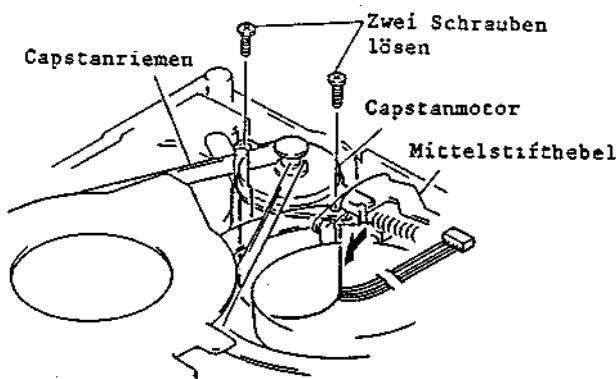

Abb. 2-64 Ausbau des Capstanmotors
(Abb. 2-64)
2. Den Mittelstifthebel in Pfeilrichtung bewegen (siehe Abb. 2-64).
4. Zwei (2) Befestigungsschrauben des Capstanmotors lösen.